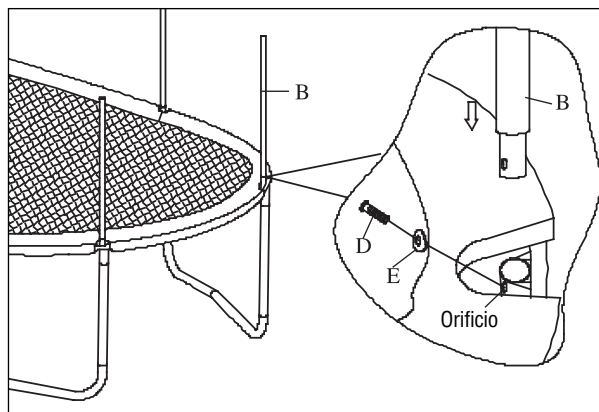

Fig. 1
- a) Introduzca el tubo inferior de la red (B) en el manguito previsto para ello en el bastidor del trampolín. Fijelo con un tornillo (D) y una arandela (E) tal como se describe en la fig. 1. Repita este paso para los 8 tubos de la red..